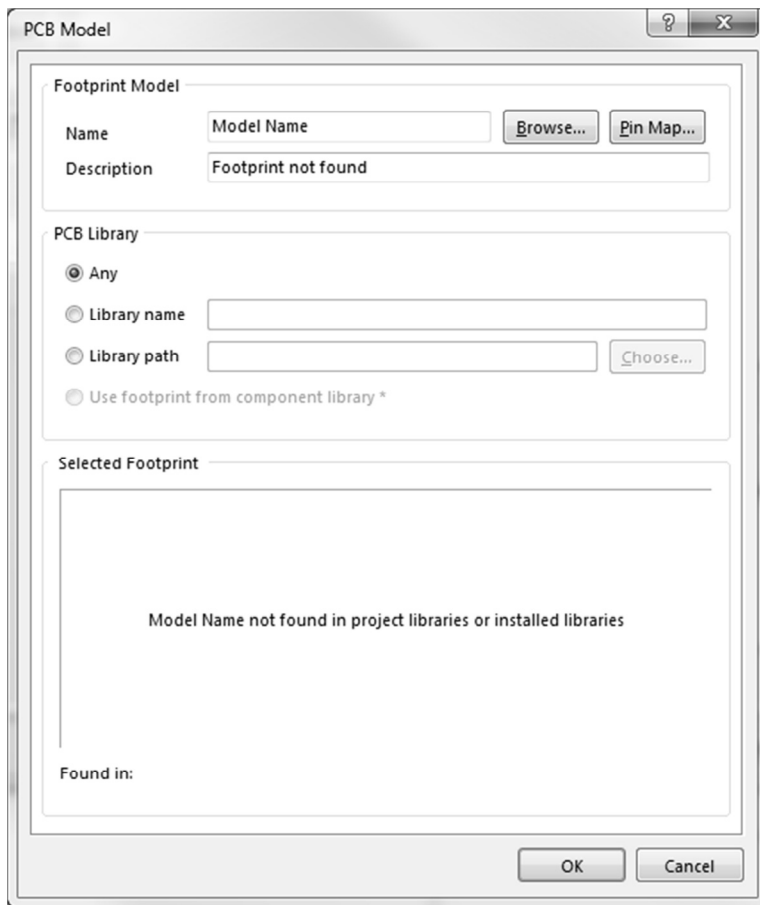
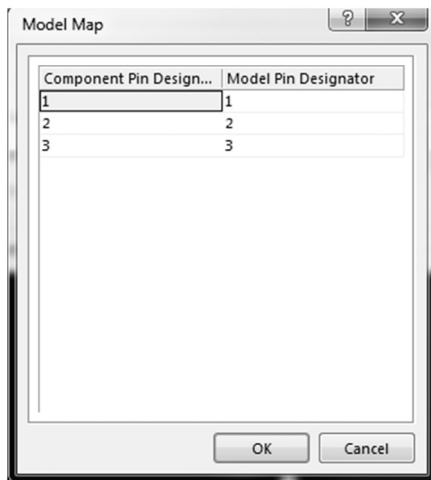

Рис. 2.17. Назначение моделей ПМ схемным компонентам
Рис. 2.20. Соответствие Контакты – КП модели
3. Откроется диалог *PCB Model* (рис. 2.17).
7. После добавления модели необходимо проверить распределение Контакт – КП (Pin Mapping). Откройте диалог *PCB Model* (см. рис. 2.17), кликнув дважды ЛКМ на названии модели ПМ в разделе **Models** панели **SCH Library**. Нажмите кнопку **Pin Map**, чтобы открыть диалог *Model Map* (рис. 2.20). Проверьте и исправьте, если необходимо, соответствие контактов компонента (Component Pin Designator) и контактных площадок модели посадочного места (Model Pin Designator).